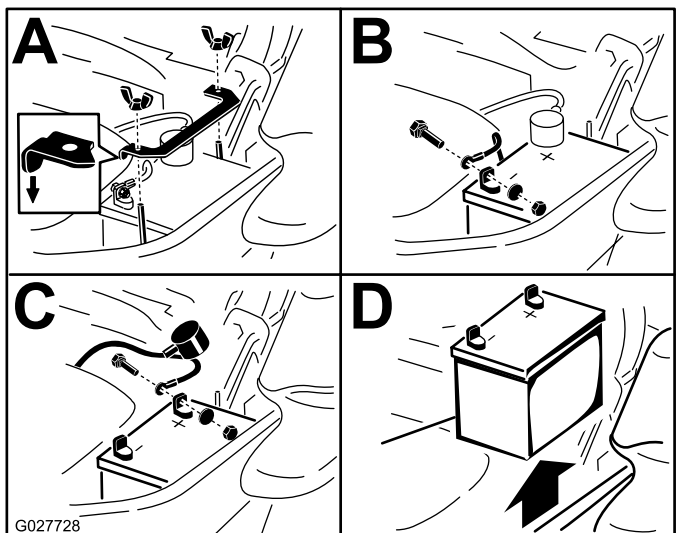

Figura 70
3. Remova a bateria como se mostra na Figura 70.
Nota: Posicione a bateria na base com os pólos terminais no lado oposto do depósito hidráulico (Figura 70).